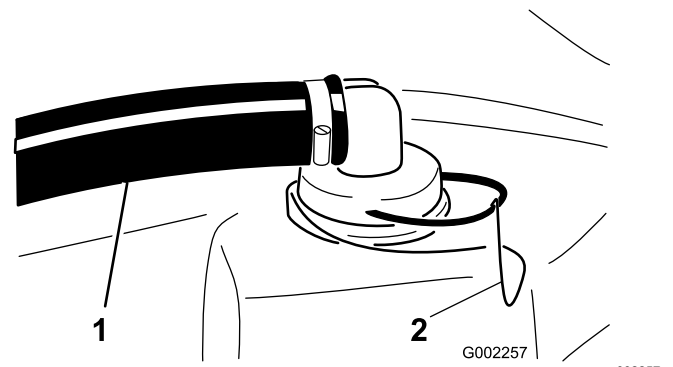

图 41
2. 在打药机药缸的顶部拆下固定连接至大软管和滤网外壳的软管接头的卡环 (图 41)。
3. 从滤网外壳上拆下软管和软管接头 图 41。